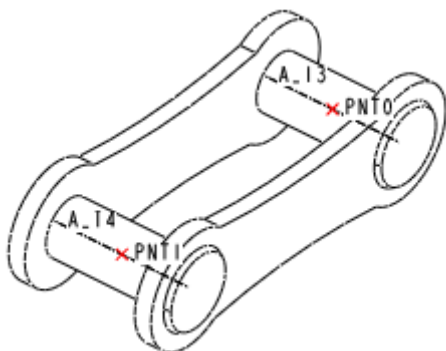

图 55-19
(3) 与建立基准点 PNT0 的方法相同，建立过基准轴 A_8 和基准平面 FRONT 的基准点 PNT1，如图 55-19 所示。